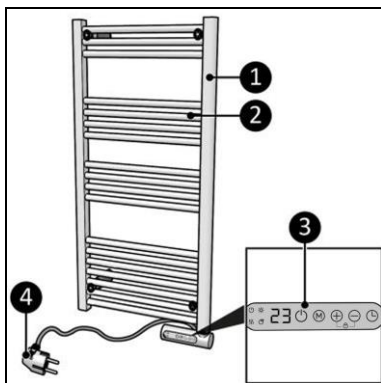
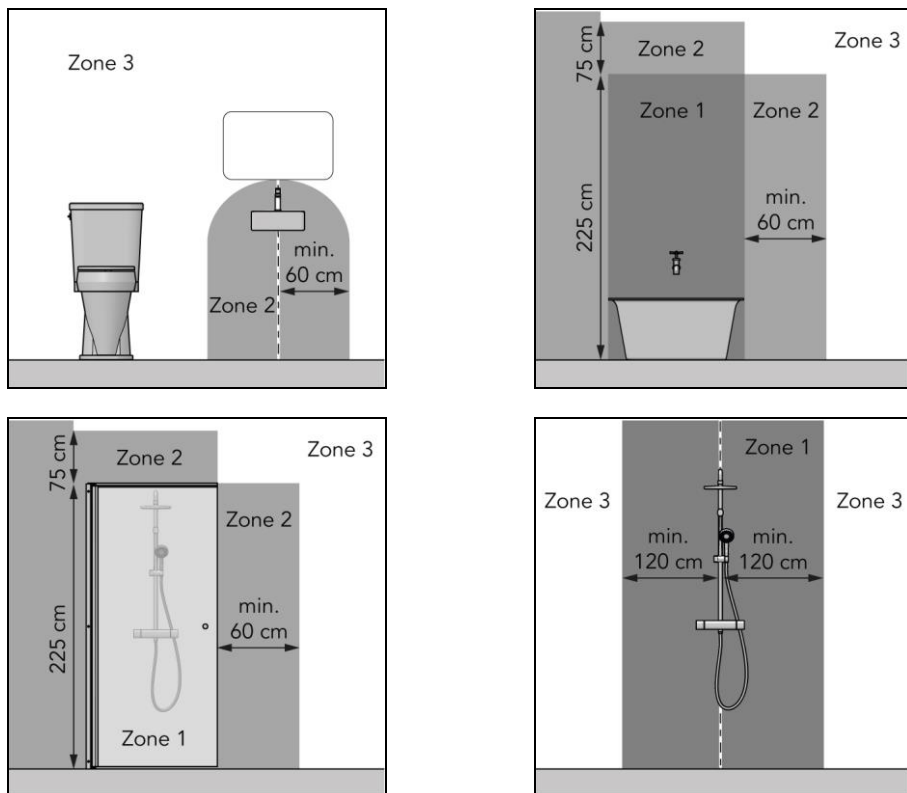

Figura 3
Figura 5
Sani Towel (Figura 3) este un încălzitor electric pentru baie ușor de utilizat, doar în zona a 3-a a băii (Figura 5).
- în zona 3 a unei toalete sau a unei băi prevăzute cadă sau cu duș fără sau cu paravan(Figura 5);